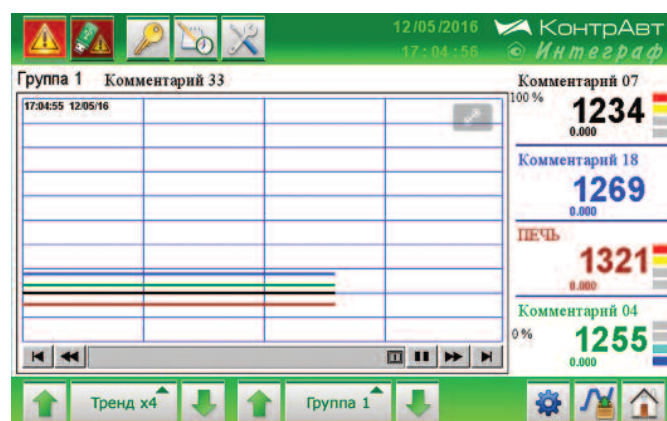

Рис. 7. Экран Тренд x4
- Тренд x4 – групповой 4-канальный тренд аналоговых сигналов (рис. 7). Отображаемая информация: значения четырёх измеренных сигналов, входящих в группу, в цифровом виде, тренды (графики) четырёх измеренных сигналов, входящих в группу, состояние всех четырёх компараторов сигнализации для каждого канала.